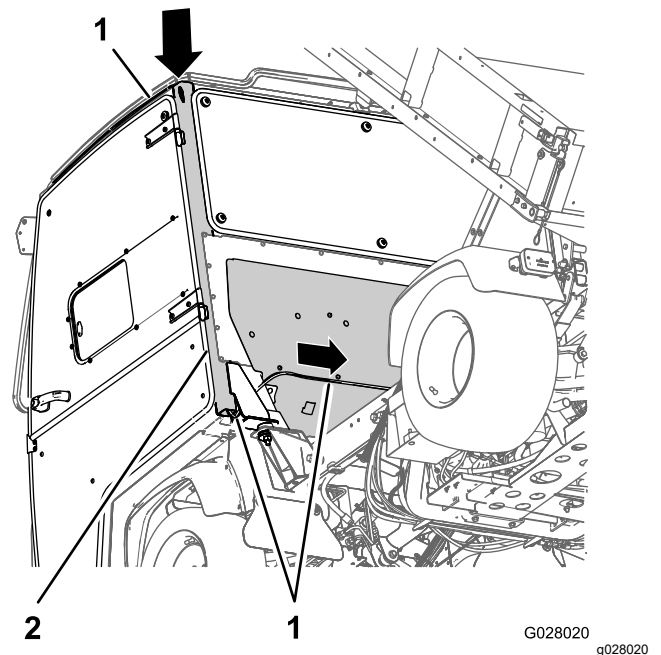

Bild 22
3. Verlegen Sie das freie Ende des Schlauchs durch die Öffnung oben an der Stütze B an der Fahrerseite des Kabinenrahmens und nach unten durch den Rahmen (Bild 22).